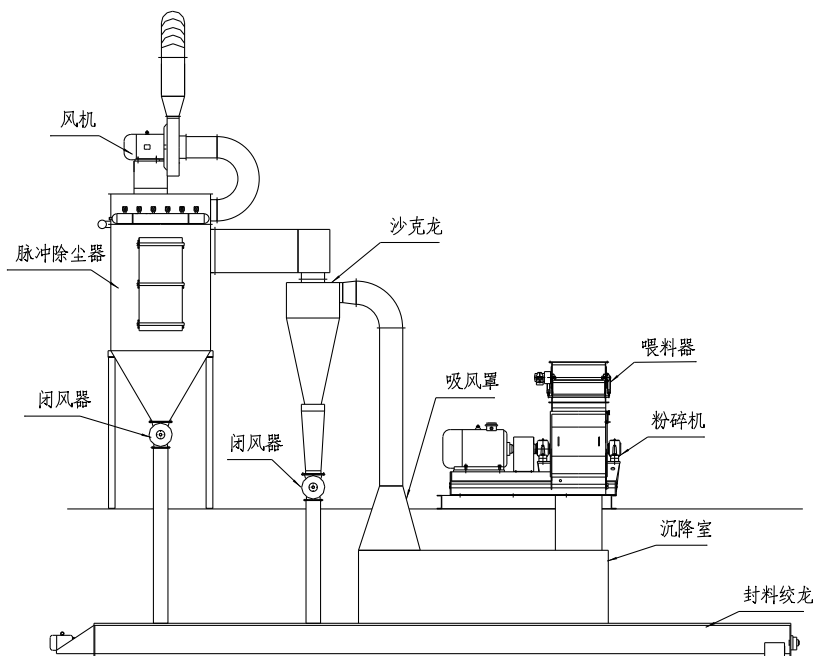

图 3 微粉碎辅助吸风粉碎方式
- (1) 微粉碎辅助吸风粉碎方式，见图 3。
转子中的锤片为对称交错排列方式，如图 3 所示。锤片安装时必须严格按照要求排列，相对应的两组锤片的重量和相差不得超过 5 克，使用中，锤片第一角磨损后，可将进料导向板调换方向使转子反转，利用锤片的第二角进行工作。两个角全部磨损后，则须更换新锤片。